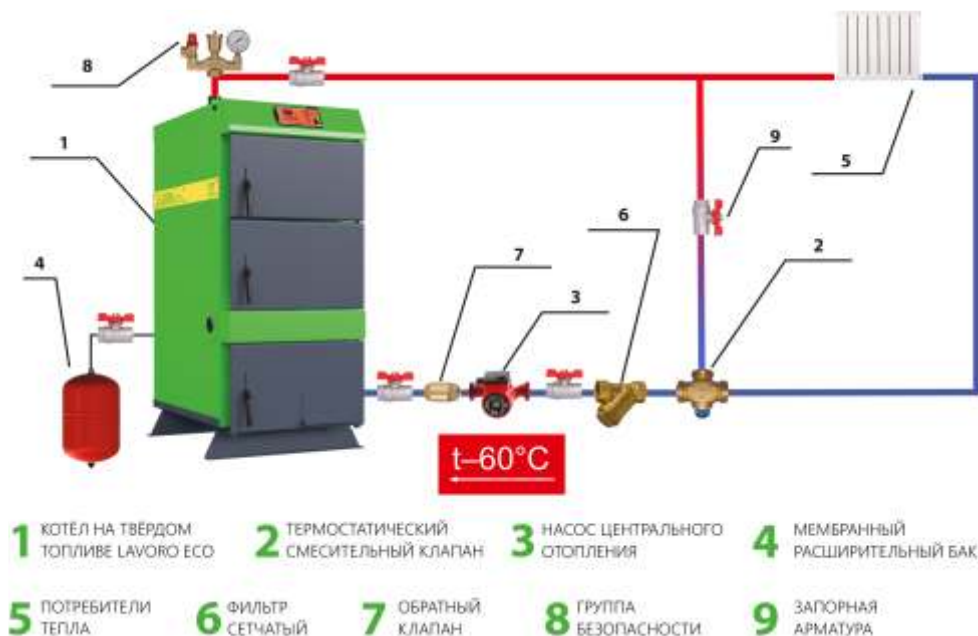

Рисунок 3. Типовая схема обвязки котла Lavoro Eco с 3-х ходовым клапаном
6. Во избежание появления конденсата, что может в несколько раз сократить срок эксплуатации Котла, необходимо систему отопления монтировать по прилагаемым или аналогичным схемам, обеспечивающим температуру возвратной воды не ниже 55°C (см. рис.3,4).